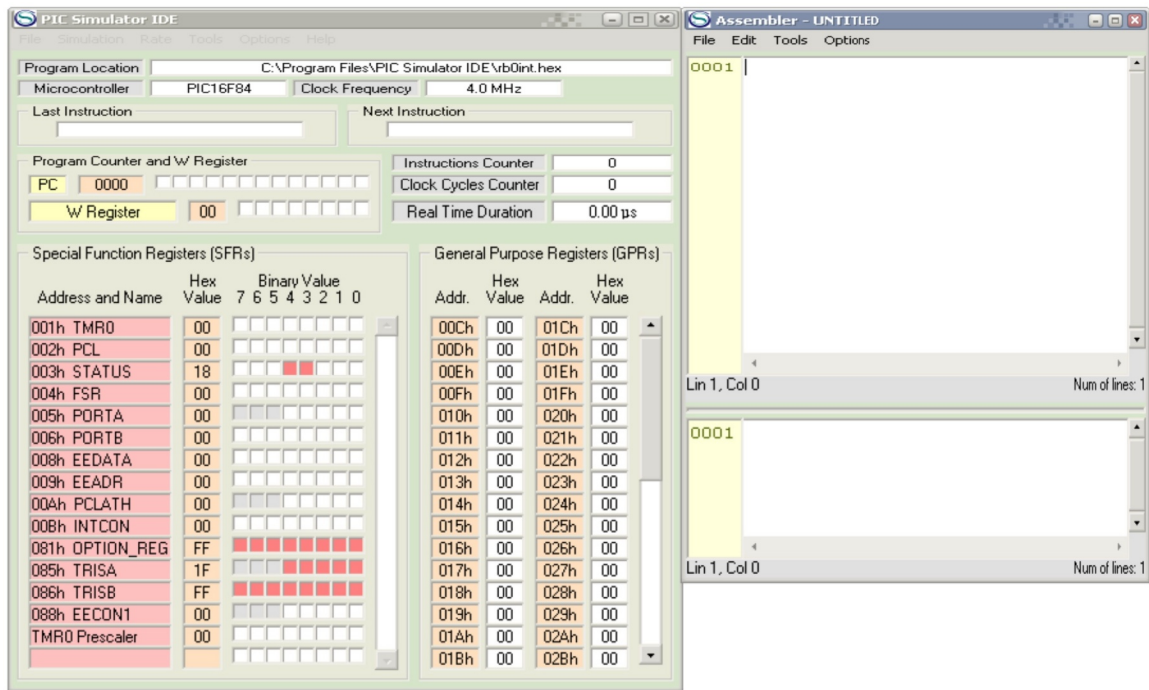

Рис. 2. Вікно симулятора з відкритим вікном Assembler
1. Натиснути Options | Assembler. Відкриється вікно компілятора Assembler – UNTITLED (рис. 2);